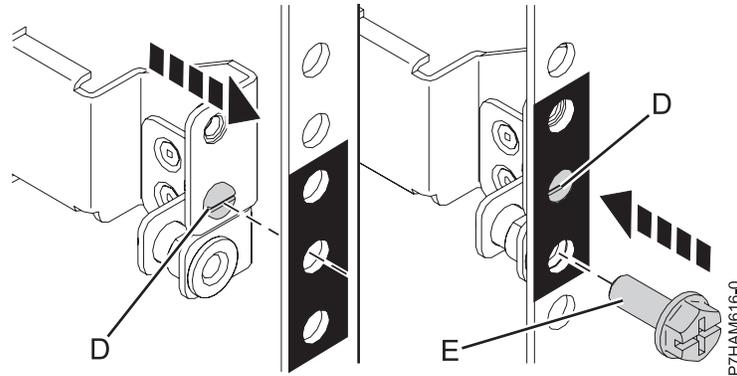

Figura 10. Montaje del riel en la parte posterior del bastidor
- e. Coloque el tornillo de alineación (D) del riel en el orificio EIA intermedio que ha marcado anteriormente, como se muestra en la Figura 10 en la página 13.
- f. Inserte un tornillo de montaje (E) a través del orificio EIA inferior, adjuntando el riel a la parte posterior del bastidor como se muestra en Figura 10.